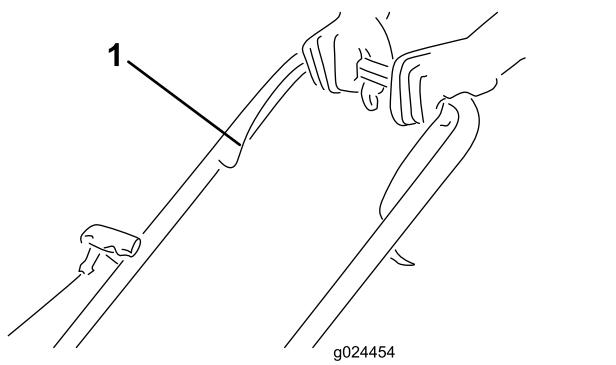

Figura 14
1. Tire de la barra de control de la cuchilla hacia el manillar, y sujetela en esa posición (Figura 14).